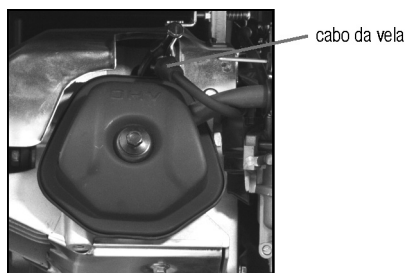

Fig. 26 – removendo a vela
- 4 – Com auxílio de uma chave de vela, remova a vela (fig. 26);